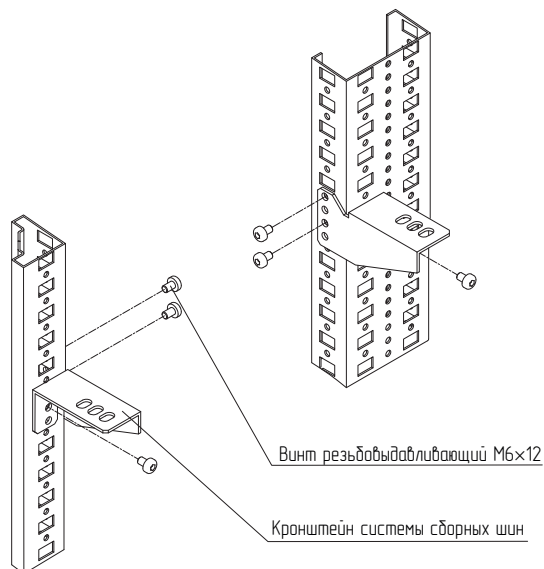

Рисунок 91
– вариант 1. Приложить Кронштейн системы сборных шин к стойке каркаса и закрепить винтами M6×10 (рисунок 91). Момент затяжки – 7 Н·м.
– вариант 2. Приложить Кронштейн системы сборных шин к стойке дополнительной вертикальной и закрепить винтами M6×10 (рисунок 91). Момент затяжки – 7 Н·м.